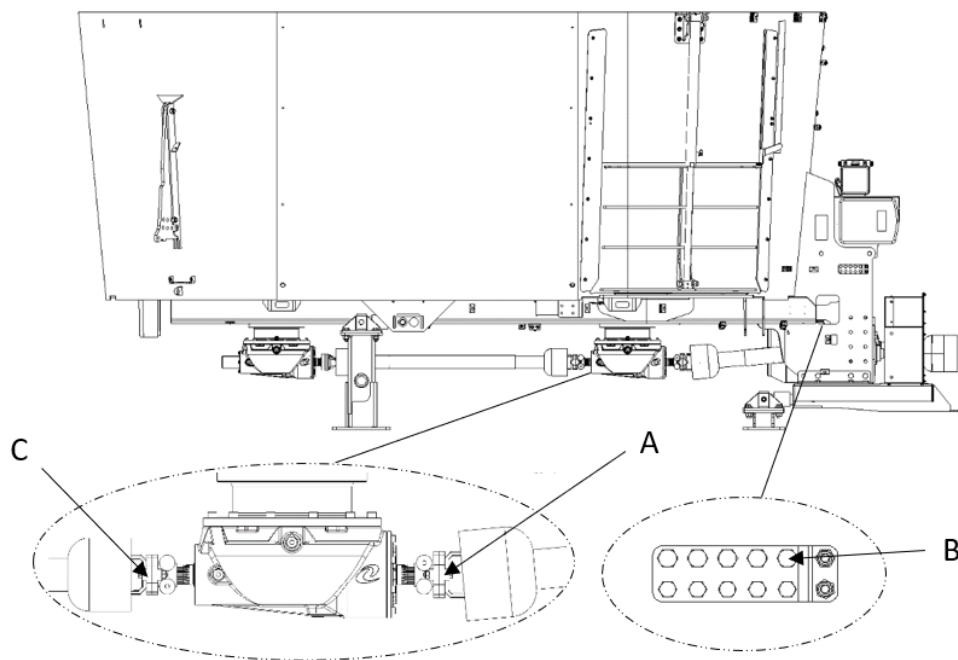

Figure 20 — Boulons de sécurité et limiteurs de couple des SMARTMIX stationnaires à deux vis
d'entraînement des vis de mélange (repère A, Figure 20). Le deuxième limiteur est situé après le premier boîtier d'entraînement de la vis arrière (repère C, Figure 20).
En cas de rupture du boulon de cisaillement de la vis avant (repère A, Figure 20) :
3. Retirez le morceau de boulon du limiteur (repère A, Figure 20).
4. Installez un nouveau boulon (disponible sur le support des boulons de rechange) (repère B, Figure 20).
En cas de rupture du boulon de cisaillement de la vis arrière (repère C, Figure 20) :
3. Retirez le morceau de boulon du limiteur (repère C, Figure 20).